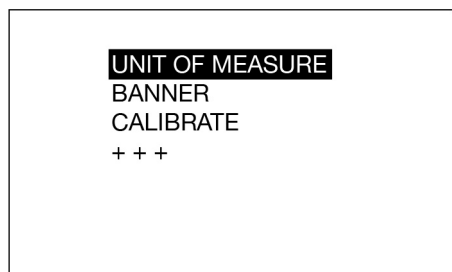

FIG. 22
6. Tras seleccionar Introducir (ENTER), aparecerá la pantalla siguiente (FIG. 22).